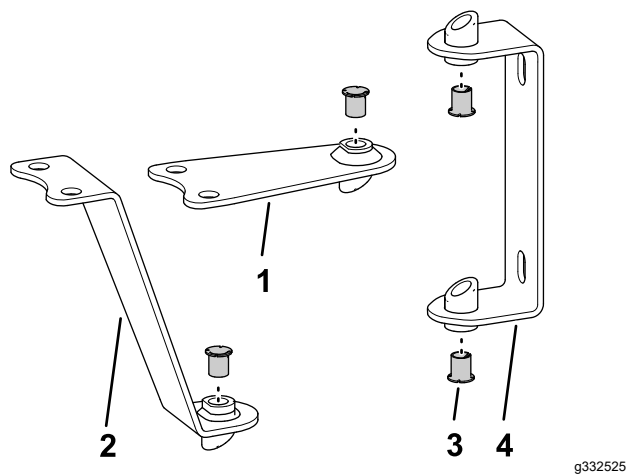
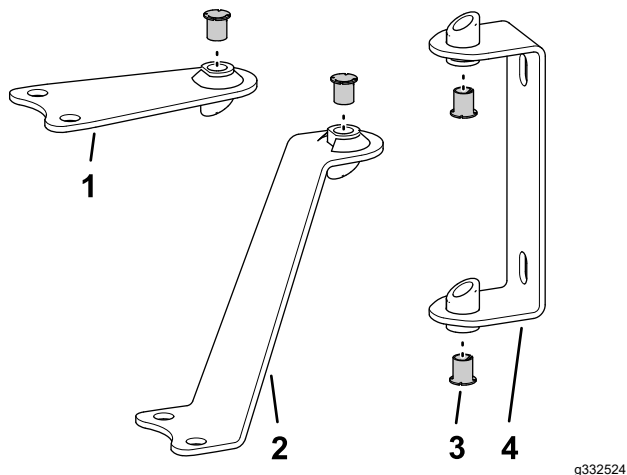

Bild 2
Bild 3
1. Arrangieren Sie die Scharniere und Riemen, wie in Bild 2 (für einen nicht abgedeckten Ausleger) oder in Bild 3 (für einen abgedeckten Ausleger) dargestellt.
- Setzen Sie die Büchsen in die Öffnungen in den Scharnieren des geschweißten Rohrs und den Riemen ein, wie in **Bild 2** oder **Bild 3** dargestellt.